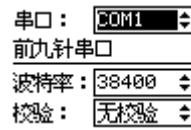

图 5-20 串口子菜单显示界面
(3) 串口参数：主要完成串口的“波特率”和“奇偶校验”设置。按方向键及“+、-”键，修改所要设置的参数，按退出键，返回到上一级菜单，如图 5-20 所示界面。